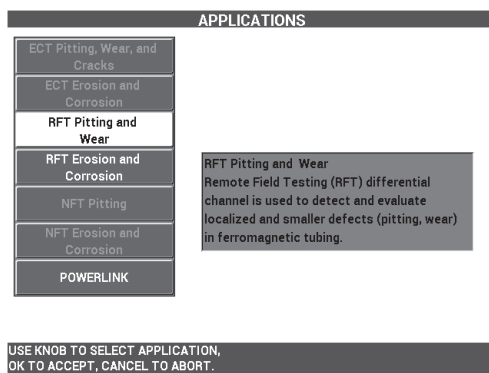

図 5-191 RFT ピッティングおよび摩耗アプリケーション
2. **続行**（A キーを押す）を選択、ノブを回して **RFT ピッティングおよび摩耗** を選択してから を押して確定します（266 ページの図 5-191 参照）。